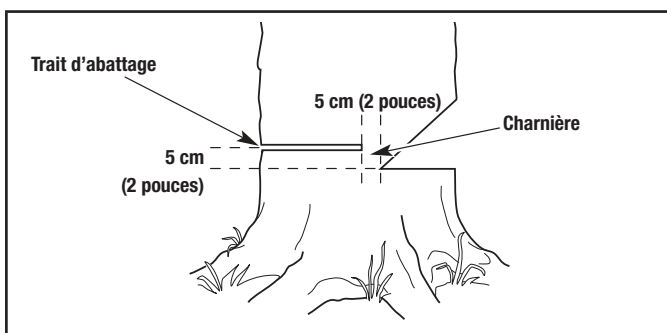

Figure 12
1. Effectuez une coupe horizontale du côté de l'arbre opposé à l'entaille de direction (Fig. 12). Effectuez la coupe à environ 5 cm (2 pouces) au-dessus de la base de l'entaille de direction (Fig. 12).
2. Lorsque la coupe se rapproche de l'entaille de direction, seule une fine bande de bois soutiendra l'arbre. Cette bande de bois est appelée la charnière (Fig. 12). La charnière permet de contrôler la chute de l'arbre. Laissez environ 5 cm (2 pouces) de charnière en place. Ne coupez pas à travers la charnière. Si vous ne coupez pas à travers la charnière, l'arbre pourrait tomber dans n'importe quelle direction.